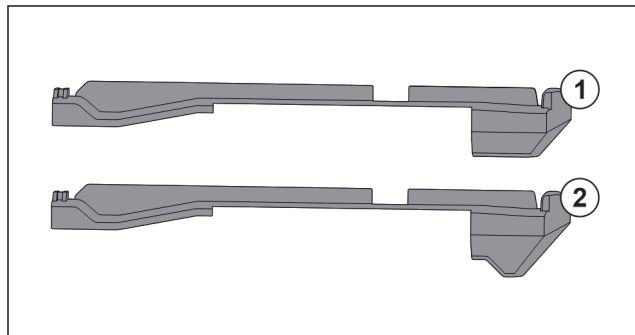

Fig. 78 Vergleich der Aufsteckteile
Im Gerät befinden sich zwei unterschiedliche Aufsteckteile. Das Aufsteckteil über dem untersten Schubfach Fig. 78 (2) hat eine dreieckige Kante. Alle anderen Aufsteckteile Fig. 78 (1) haben eine gerade Kante.
- Aufsteckteil Fig. 78 (2) mit der dreieckigen Kante über dem untersten Schubfach anbringen.
- Aufsteckteil Fig. 78 (1) mit der geraden Kante an allen anderen Stellen anbringen.